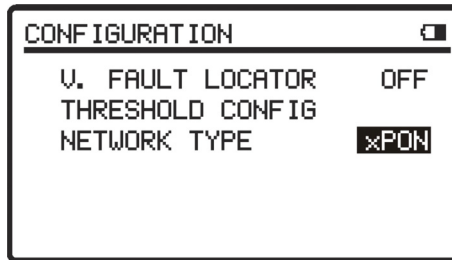

Figure 11.- Écran CONFIGURATION.
- 3.- Appuyez sur **SEL**  [4] ou **CONFIG**  [2] pour entrer à l'écran (voir figure 11).